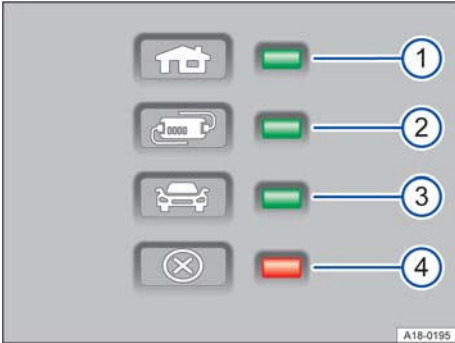

Abb. 2 Warn- und Kontrollleuchten an der Schutzeinrichtung des Ladekabels.
Durch die elektronische Schutzeinrichtung → Abb. 2 ist der Ladestecker so lange stromlos, bis er in die Ladedose des Fahrzeugs gesteckt wird.
Eine oder mehrere Kontrollleuchten → Abb. 2 ①, ② bzw. ③
Anzeige → Abb. 2	Bedeutung
① leuchtet	Ladekabel an das Stromnetz angeschlossen.
①, ② leuchten, ③ blinkt	Hochvoltbatterie wird geladen.
①, ② und ③ leuchten	Ladevorgang beendet. Hochvoltbatterie wurde geladen.
Ladekabel, die außerhalb Norwegens mitgeliefert wurden, können in Norwegen häufig nicht zum Laden an der Netzsteckdose verwendet werden. Die Warnleuchte → Abb. 2 ① hat keine Anzeige aufgrund des anderen Stromnetzes.
①, ④ blinken	Starke Erwärmung des Haushaltssteckers.
②, ④ blinken    Starke Erwärmung der Schutzeinrichtung.
Wenn mit einem niedrigeren Ladestrom weiter geladen wird, blinkt zusätzlich zur Betriebsanzeige die Warnleuchte → Abb. 2 ④ rot.
- Wenn die Abschaltung oder Reduzierung des Ladestroms ohne erkennbare äußere Wärmeeinwirkung erneut auftritt, feststellen, welche grüne Kontrollleuchte blinkt → Abb. 2. Zur Prüfung des Ladekabels einen Volkswagen Partner aufsuchen. Zur Prüfung des Infrastrukturanschlusses an einen Fachbetrieb für Elektroinstallationen wenden.
Wenn die Warnleuchte → Abb. 2 ④ rot blinkt oder leuchtet, ohne dass eine Kontrollleuchte → Abb. 2 ①, ② oder ③ der Betriebsanzeige dauerhaft leuchtet, liegt eine Störung vor.